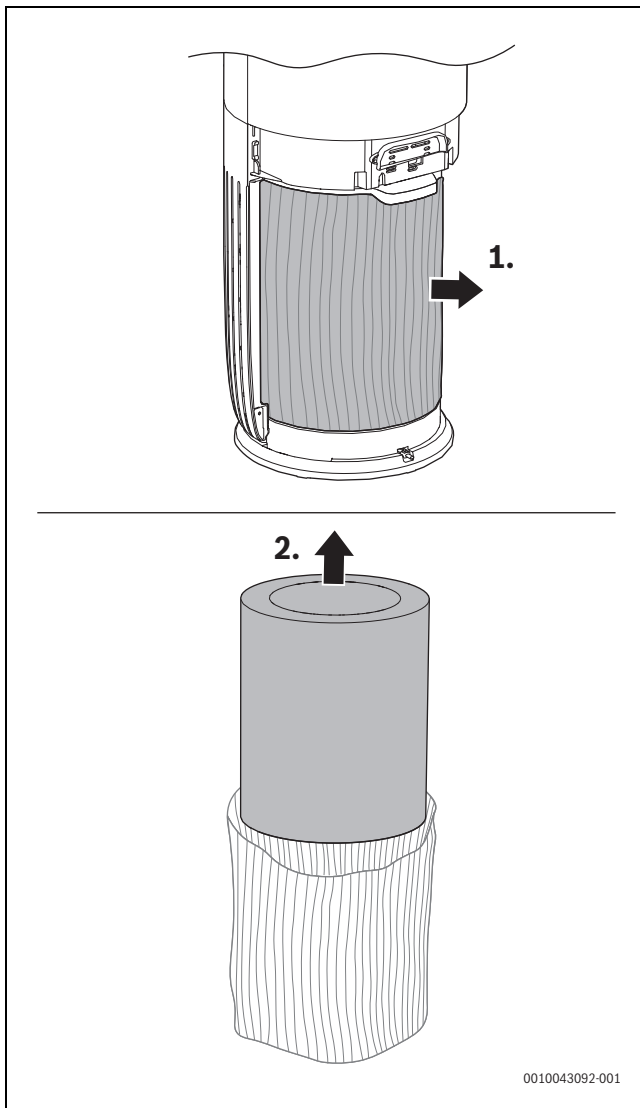

Fig. 30 Fjernelse af plastafdækningen
- ▶ Tag plastafdækningen af det nye filter (→ figur Fig. 30 "Fjernelse af plastafdækningen").